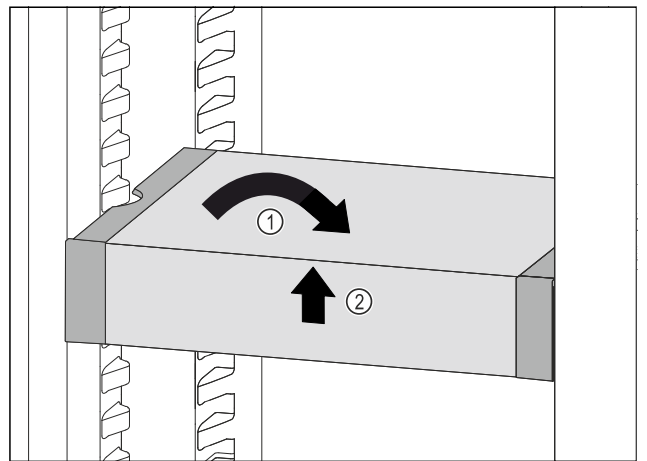

Fig. 97
- ▶ 将 VarioSafe 放平。 Fig. 97 (1)
- ▶ 抬起 VarioSafe 前部。 Fig. 97 (2)